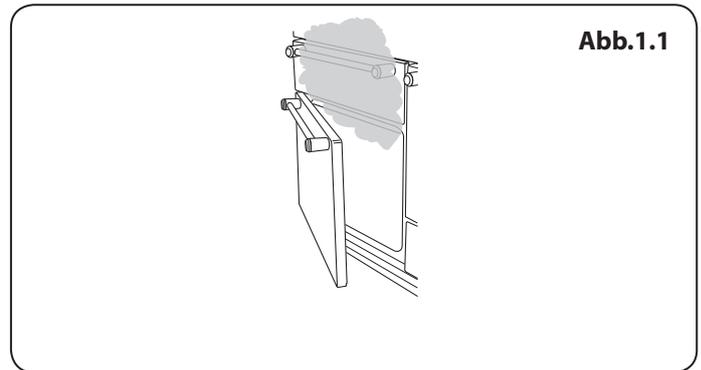

Abb.1.1
- Beim Zubereiten von Speisen mit hohem Feuchtigkeitsgehalt kann ein „Dampfstoß“ auftreten, wenn die Backofentür geöffnet wird. Treten Sie beim Öffnen des Backofens zurück und lassen Sie eventuell vorhandenen Dampf austreten (**Abb.1.1**).